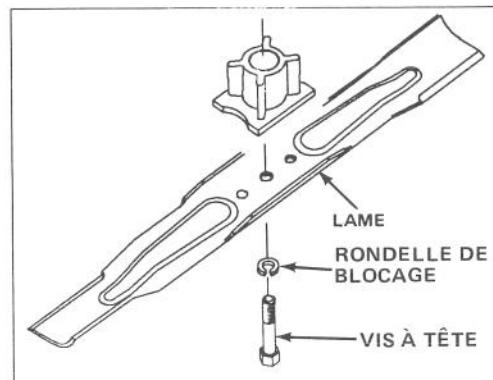

Figure 19
5. Saissez l'extrémité de la lame en vous servant d'un chiffon ou d'un gant bien rembourré. Enlevez la vis à tête, la rondelle de blocage et la lame (Fig. 19).